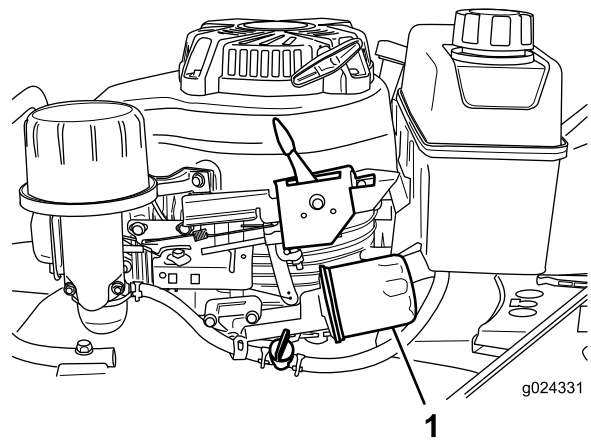

Figura 20
6. Coloque un trapo debajo del filtro de aceite (Figura 20) para recoger cualquier aceite que se salga al retirar el filtro.